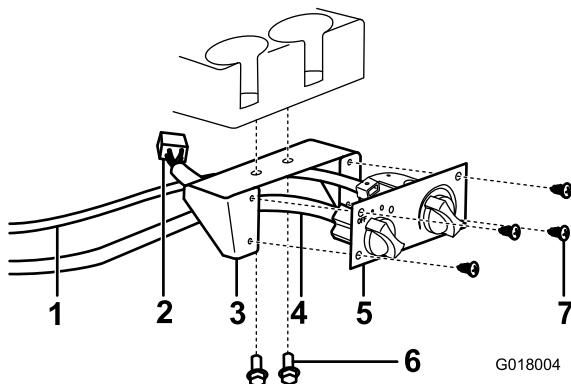

Figura 29
6. Fissate il supporto del comando del riscaldatore al cruscotto sotto i portabicchieri con 2 bulloni a testa flangiata e dadi (Figura 29).
7. Collegate il cavo di comando del riscaldatore e il connettore del cablaggio preassemblato nero al comando del riscaldatore e il connettore del cablaggio preassemblato bianco al riscaldatore (Figura 29).
8. Fissate il comando del riscaldatore al relativo supporto utilizzando 4 viti per lamiera (Figura 29).